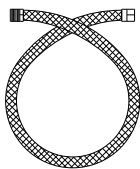

Fig. 12
- É de uso obrigatório a mangueira metálica flexível, para a ligação do gás (fig. 12).